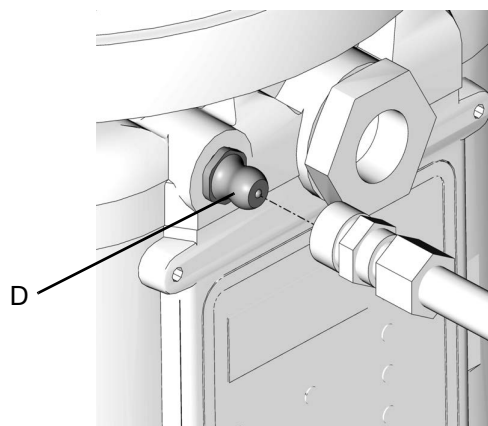

図 19
- リザーバーの充填前には必ず取り付け金具 (D) (図 19) を清潔な乾いた布で拭いてください。埃および/または異物によりポンプおよび/または潤滑システムが破損する可能性があります。
1. 充填ホースをZerkインレット充填金具(図 19)に接続してください。
1. 充填ホースをインレット取り付け金具(図 19)に接続してください。